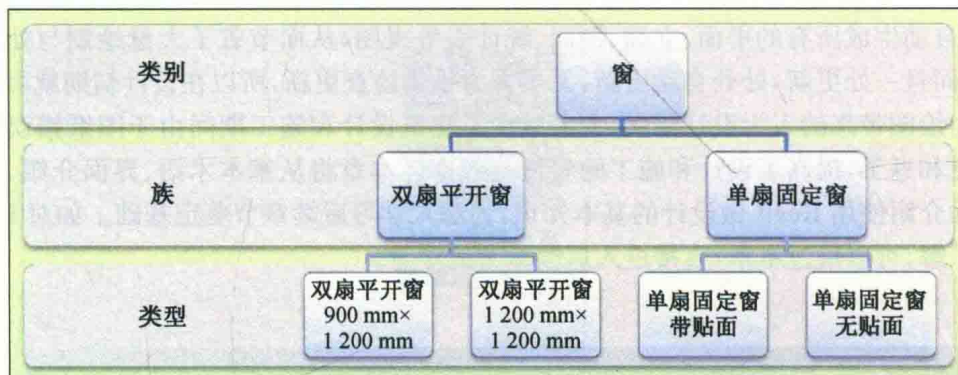

图0-2
(1) 模型图元:代表建筑的实际三维几何图形,如墙、柱、楼板、门窗等。Revit 按照类别、族和类型对图元进行分级,三者关系如图0-2所示。